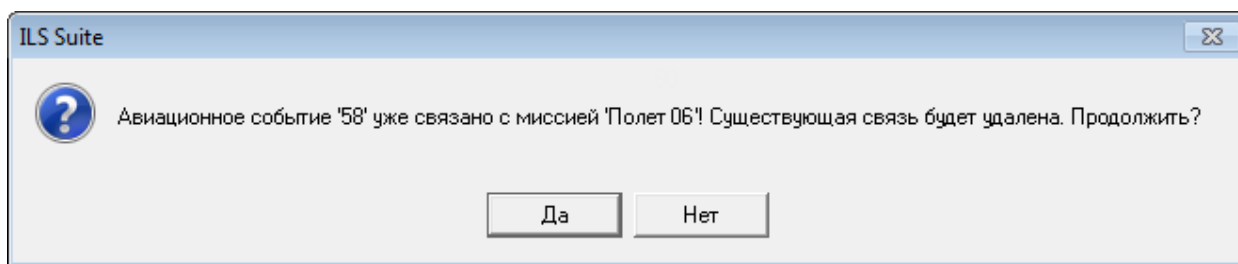

Рис. 13-440 – Диалоговое окно
4) Если выбранная миссия уже связана с авиационным событием, то выводится диалоговое окно приведенное на рис. 13-440. Для установления новой связи события и миссии необходимо нажать кнопку «Да», для отмены действия нажать «Нет».